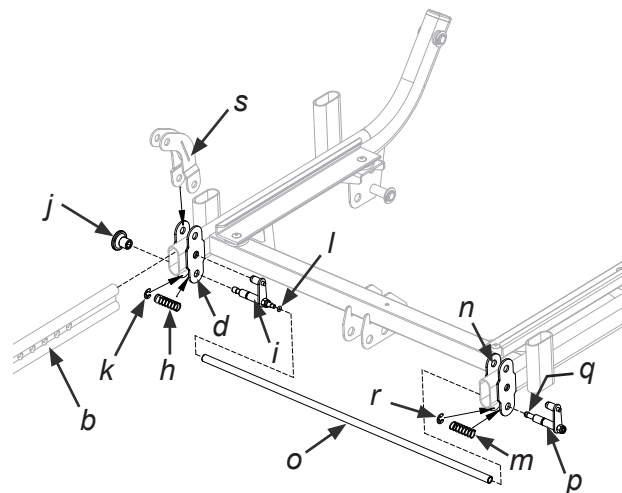

Bild 2
3. Placera fjädern (h) mellan ledplåtarna (d), på antingen höger eller vänster sida av sitsramen beroende på vilken sida av ramen justeringsknoppen ska vara, se bild 2.